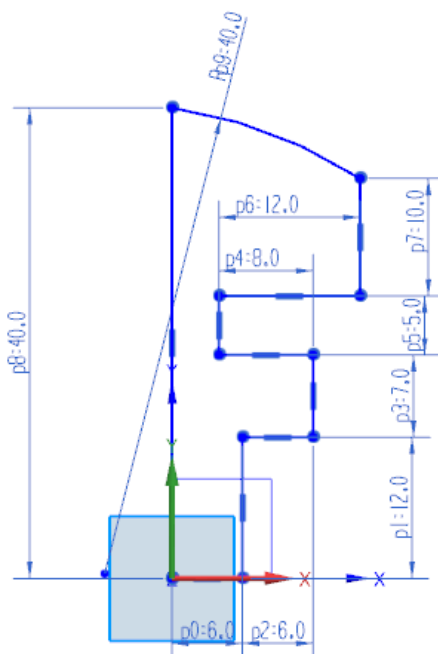

图 1-4 完成的草图轮廓
3. 选择“菜单”→“插入”→“曲线”→“轮廓”命令或单击“主页”功能区“曲线”组中的“轮廓”按钮，打开“轮廓”对话框，选取“直线”类型，绘制草图轮廓。将光标置于坐标原点处，单击鼠标左键，系统自动捕捉坐标原点作为绘制直线起始点，长度为 6、角度为 0 绘制第 1 条直线；第 2 条直线长度为 12、角度为 90；第 3 条直线长度为 6、角度为 0；第 4 条直线长度为 7、角度为 90；第 5 条直线长度为 4、角度为 180；第 6 条直线长度为 5、角度为 90；第 7 条直线长度为 12、角度为 0；第 8 条直线长度为 10、角度为 90；选择“菜单”→“插入”→“曲线”→“直线”命令或单击“主页”功能区“曲线”组中的“直线”按钮，选择原点，长度为 40、角度为 90，绘制第 9 条直线；选择“菜单”→“插入”→“曲线”→“圆弧”命令或单击“主页”功能区“曲线”组中的“圆弧”按钮，选择“三点定圆弧”，分别选择第 8 条直线和第 9 条直线的上端点，半径为 40，绘制如图 1-4 所示的草图。单击“主页”功能区“草图”组中的“完成”按钮，退出绘制草